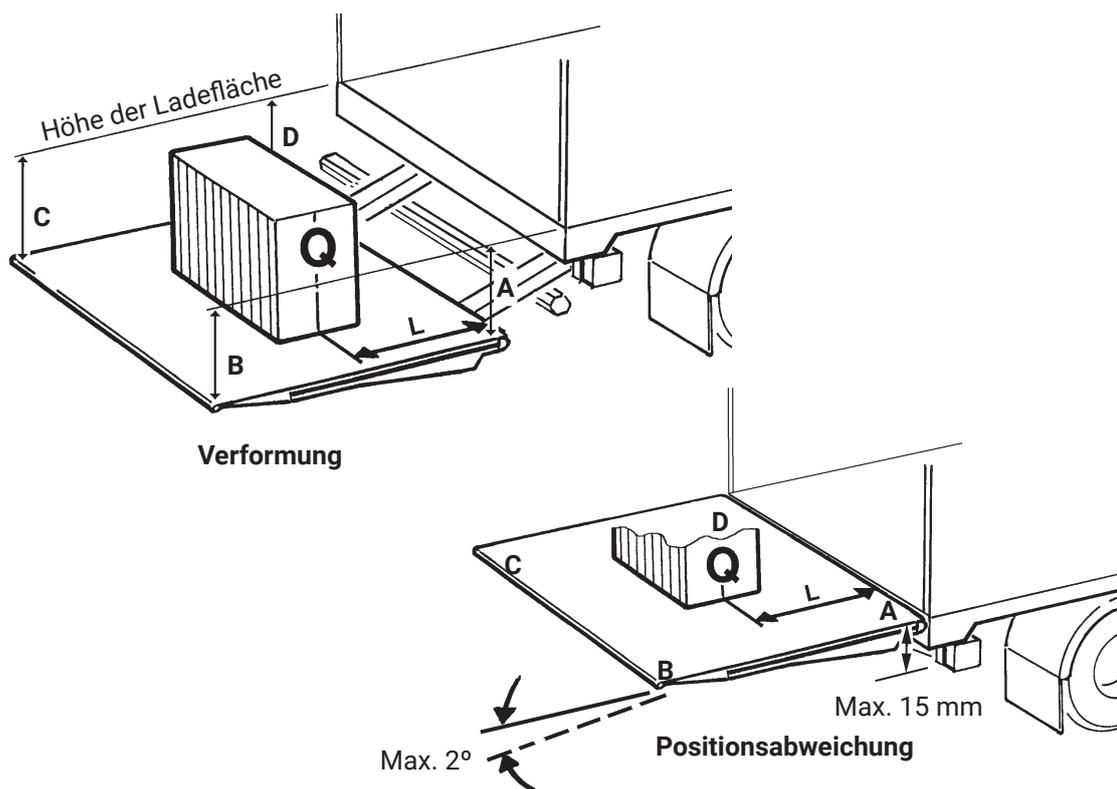

Abbildung 80. Prüfung und Abnahme
- Die Ladebordwand auf halber Höhe zur Ladefläche und mit horizontal ausgerichteter Plattform anbringen. Die Abmessungen A-B-C-D gemäß Abbildung messen und vergleichen, siehe Abbildung Abbildung 80.